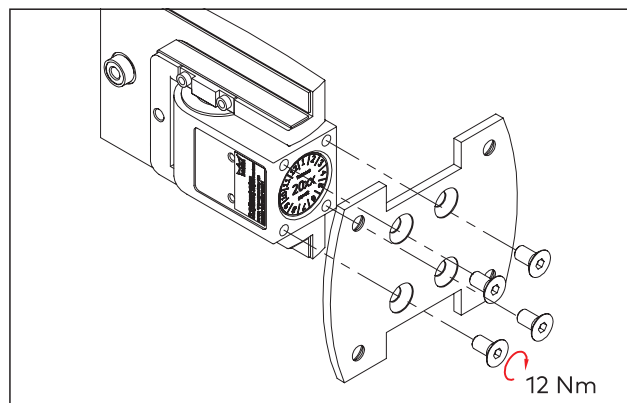

Fig. 16 Befestigung der Montageplatten am Pendeltürband
1. Die Montageplatte mit 4 Senkschrauben (M6 x 12) an das TENSOR Pendeltürband befestigen (Abb. 16).